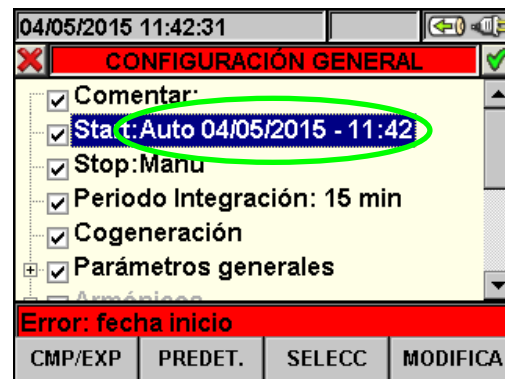

Fig. 82: Fecha/Hora incorrecta
3. Pulse la tecla **SAVE** para guardar cada programación efectuada. En caso de error de programación en el instrumento aparece la pantalla de error mostrada en la Fig. 82